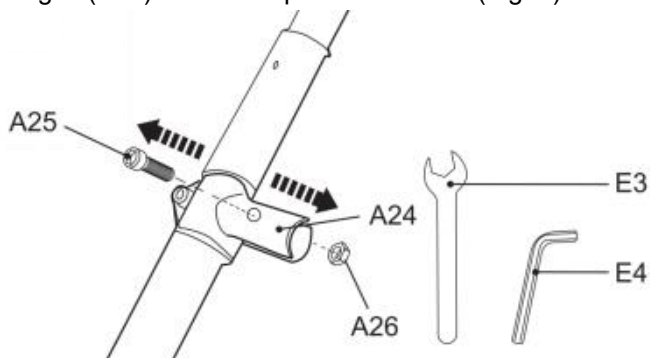

Fig. 1
1. Rimuovere il bullone (A25) e il dado (A26) preassemblati dalla staffa della maniglia (A24) e tenerli a portata di mano (Fig. 1).